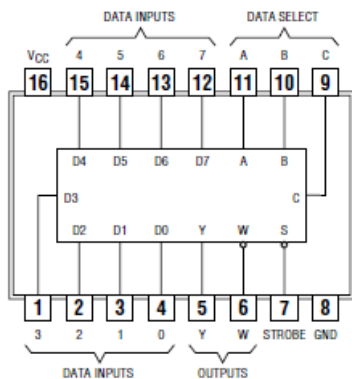

Figura 3. Configuração dos terminais do circuito integrado 74151 [3].
É possível observar que de acordo com a equação (1), de modo a projetar um multiplexador com 8 canais de entrada, serão necessárias pelo menos 3 variáveis de seleção. Ademais, é correto esclarecer que a configuração esquemática deste circuito integrado mantém-se a mesma para diferentes fabricantes bem como para diferentes esquemas de construção interna. Na figura 3, é possível observar a configuração de terminais de um invólucro DIP 14 do circuito integrado 74151: